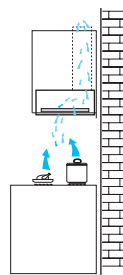

Fig. 2
- Neste caso, o ar atravessa um filtro de carvão activo e é reintroduzido no ambiente. **Fig. 2.**